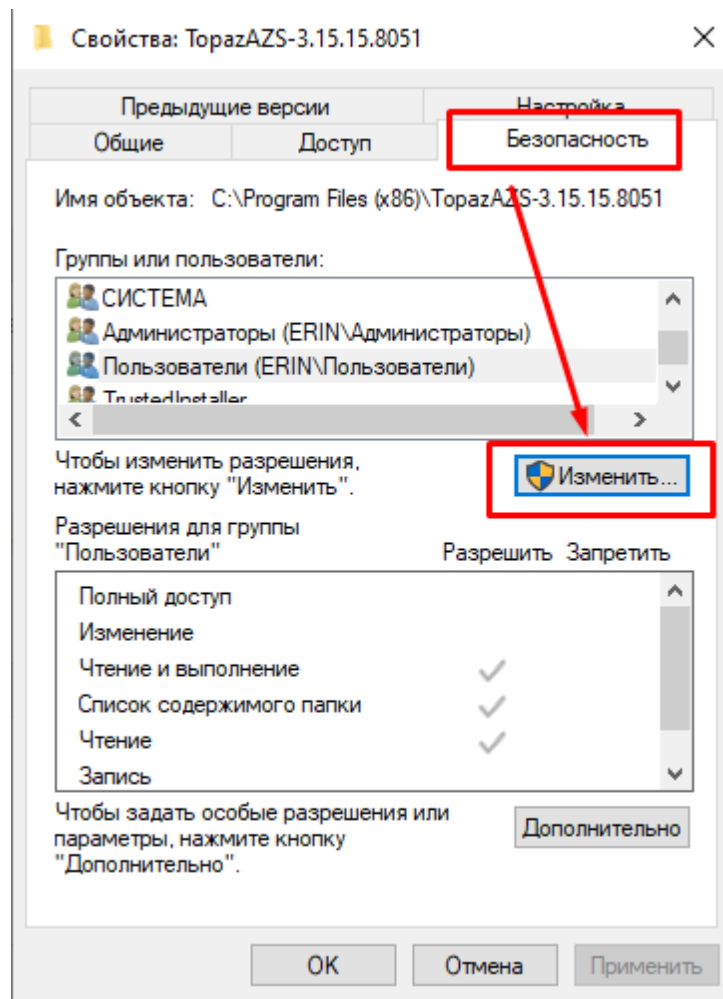

Рисунок 3.
3. Перейдите на вкладку "Безопасность" и нажмите кнопку "Изменить" (рисунок 3);